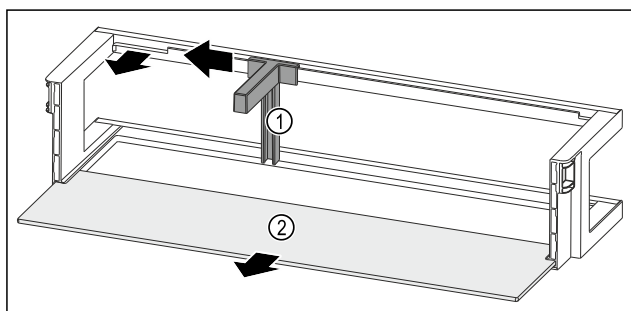

Fig. 91 Oviteline pullonpitimen ja säilytyshyllyn kanssa
- ▶ Työnnä pullonpidin Fig. 91 (1) sivulle koloon saakka.
- ▶ Ota pullonpidin Fig. 91 (1) pois.
- ▶ Ota säilytyshyllly Fig. 91 (2) pois.